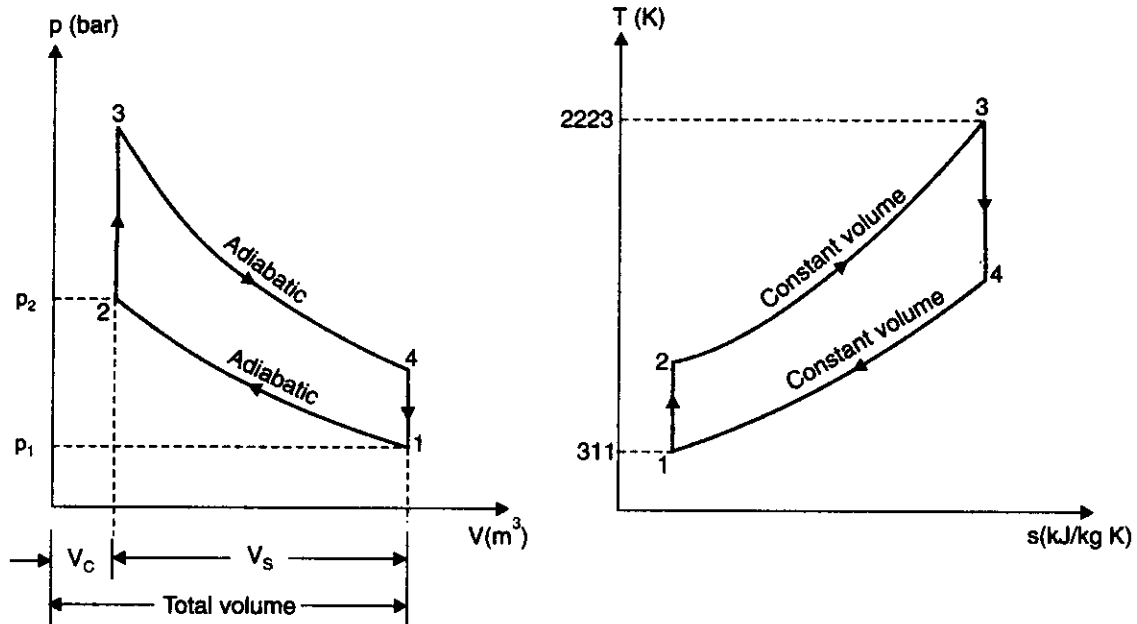

Fig. 13.11
**Solution.** Refer Fig. 13.11.